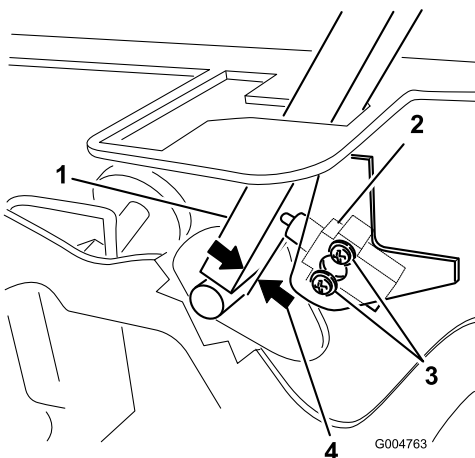

Figura 60
3. Desaperte os 2 parafusos que prendem o interruptor de segurança (Figura 60).
4. Segurando na alavanca de controlo encostada à estrutura, desloque o interruptor na direcção da alavanca até que a distância entre a alavanca e o corpo do interruptor seja 0,4 a 1 mm (Figura 60).